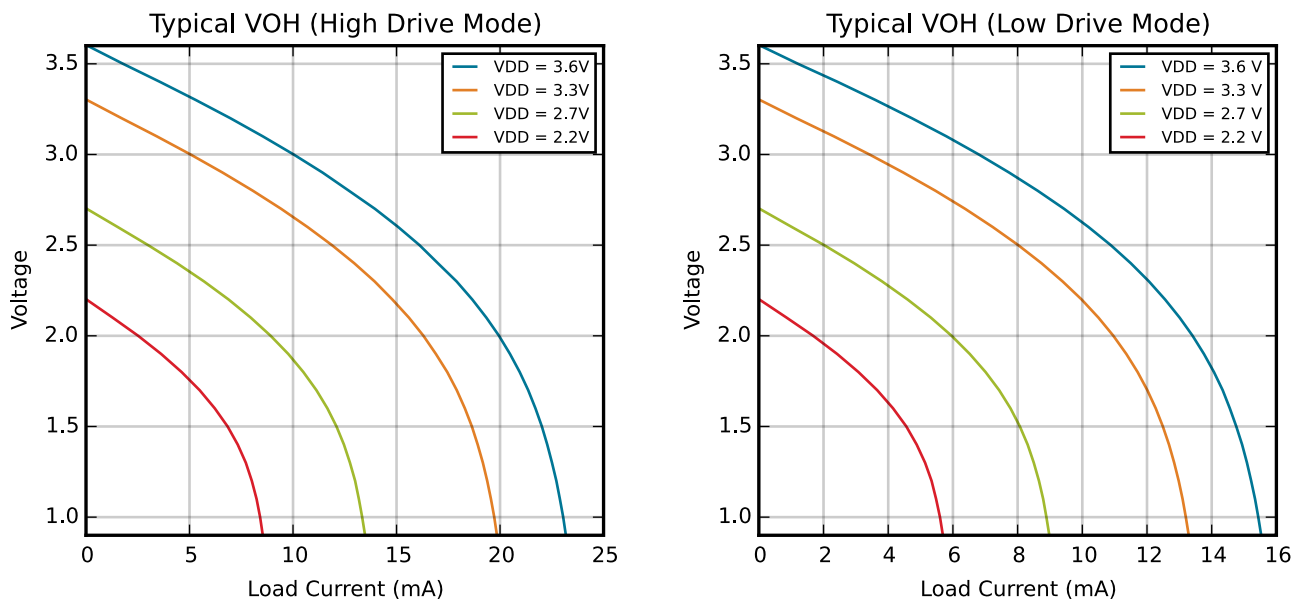
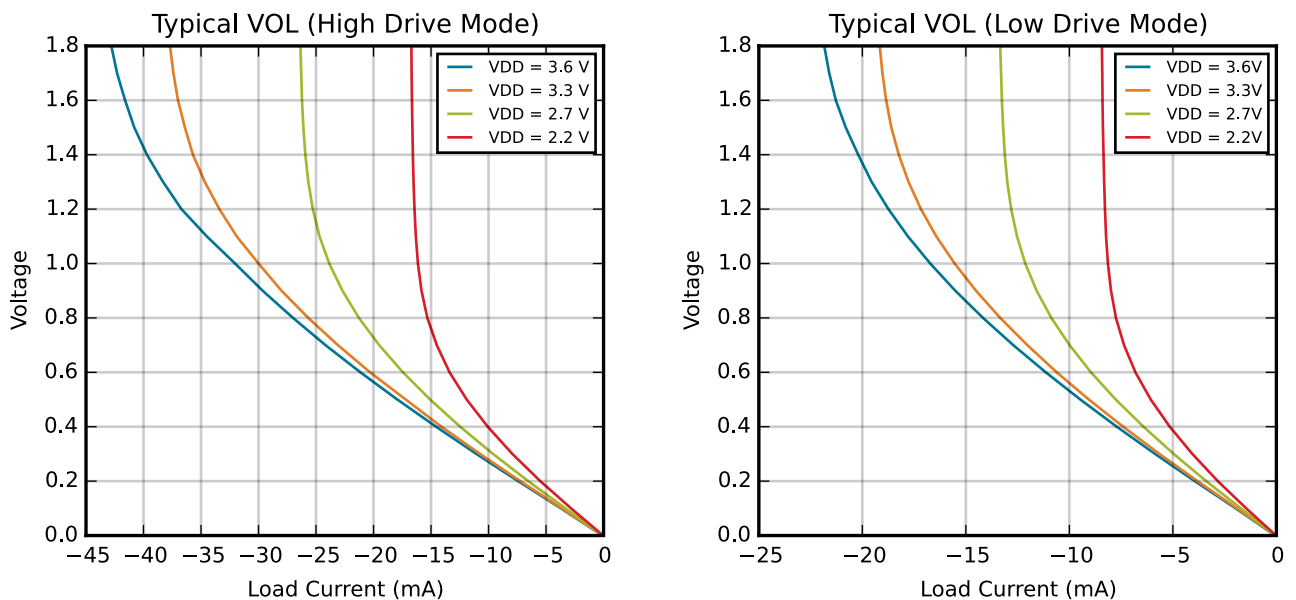

Figure 4.6. 常见  $V_{OH}$  曲线
Figure 4.7. 常见  $V_{OL}$  曲线
1. See Figure 4.6 常见 VOH 曲线 on page 33 and Figure 4.7 常见 VOL 曲线 on page 33 for more information.